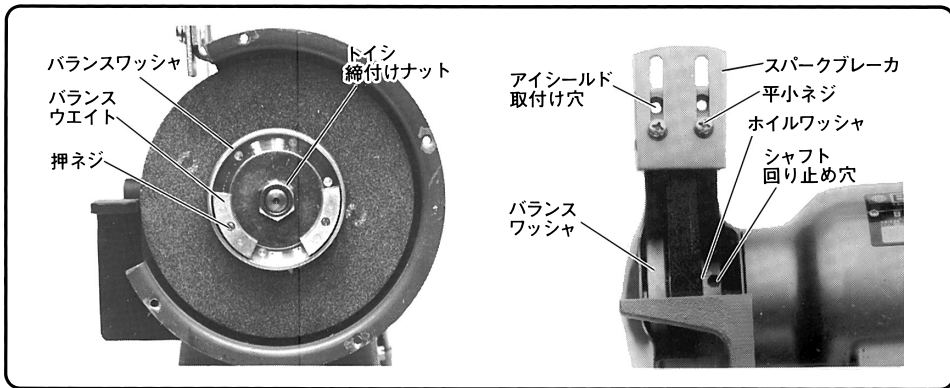

図 7 (GT15形, GT21形)
1. GT15形・GT21形の場合は、トイシの取付け、取りはずしは図7のようにホイルワッシャにシャフトの回り止め穴があいておりますから、この穴に棒を差し込んでシャフトの回るのを止め、トイシ締付けナットを回してください。
バランスワッシャ (図 7, 8 参照) にあるバランスウエイトを移動して調整を行います。